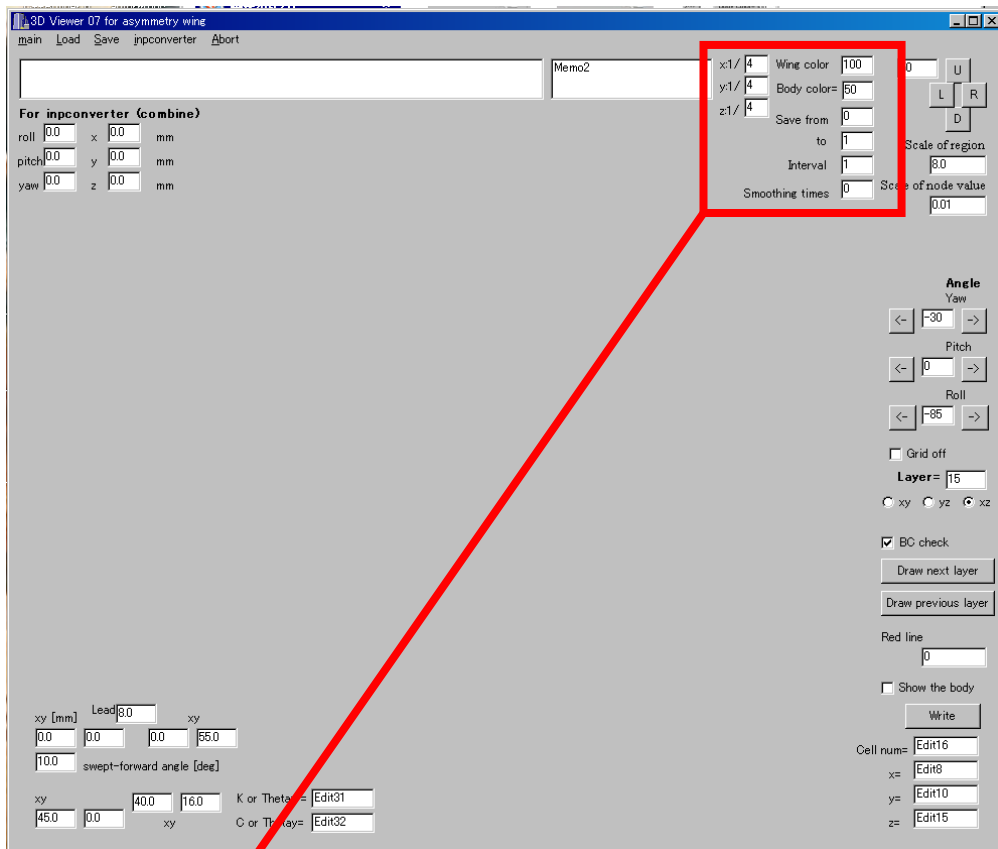

Fig.1-1-1 起動画面
(1) 3DViewer を起動する(図 1-1-1)
シミュレーションのはばたき角、腹振り角、Pitch 角のエクセルデータを作るとき場合（図 1-1-1）